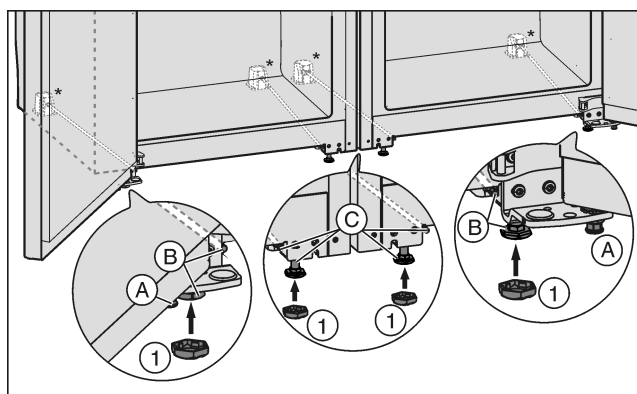

Fig. 4
- ▶ 必要时在两个设备前将垫脚 Fig. 4 (A) 完全转入，这样就不会接触地板。
- ▶ 将套子 Fig. 4 (1) 放在前面四个垫脚上。
- ▶ 旋入中间的垫脚 Fig. 4 (C), 以便能够不接触地板。
- ▶ 通过外垫脚 Fig. 4 (B) 校准组合。
- ▶ 再次降低中间的垫脚 Fig. 4 (C), 直至其接触到地板。
- ▶ 然后支撑门: 降低托架上的垫脚 Fig. 4 (A), 直到垫脚平置于地板, 然后继续旋转 90°。